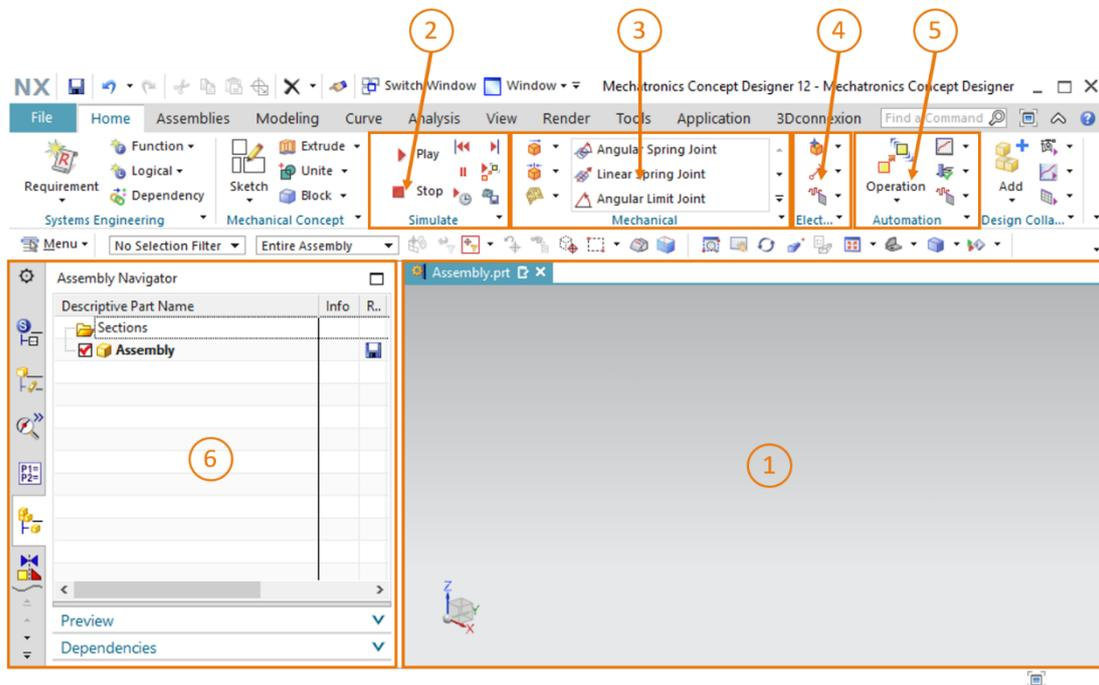

Figura 2: Applicazione "Mechatronics Concept Designer" in NX con i numeri identificativi per le spiegazioni delle diverse aree nel testo
L'area di lavoro di Mechatronics Concept Designer è rappresentata nella Figura 2. Per aprire l'applicazione cercare "Mechatronics Concept Designer" con la funzione di ricerca comandi che si trova in alto a destra sullo schermo, già descritta nei moduli precedenti.
- la schermata centrale (vedi Figura 2, area 1) contiene l'area di lavoro tridimensionale. Qui si possono ad esempio selezionare le superfici dei modelli per l'assegnazione delle proprietà dinamiche.
- Nella parte centrale della barra dei menu (vedi Figura 2, area 2) si trovano i comandi per la simulazione del modello nell'applicazione.
- In un'altra parte centrale della barra dei menu (vedi Figura 2, area 3) si trovano le proprietà dinamiche di Mechatronics Concept Designer per il settore della meccanica. Tra questi vi sono i corpi rigidi e i corpi di collisione che verranno descritti nel Capitolo 4.2.1.
- Le proprietà dinamiche dei componenti elettrici si trovano nella barra dei menu subito sotto quelle dei componenti meccanici (vedi Figura 2, area 4). Si tratta principalmente di sensori e regolatori. Le proprietà rilevanti per questo modulo sono descritte nel Capitolo 4.2.2.
- Anche le proprietà dinamiche dell'automazione si trovano nella barra dei menu (vedi Figura 2, area 5). Tra queste proprietà figurano i profili di movimento e le assegnazioni di segnali per i controllori con programmi esterni, ad esempio PLCSIM Advanced. Queste funzioni non verranno utilizzate in questo modulo.
- Con la barra delle risorse sulla parte sinistra dello schermo (vedi Figura 2, area 6) si può aprire il Physics Navigator (Navigatore proprietà fisiche) che consente di visualizzare le proprietà fisiche di un assieme o di un modello. Inoltre, con il Runtime Inspector (Controllo runtime) si possono modificare i valori delle proprietà fisiche della simulazione in corso. Il Runtime Inspector è descritto nel Capitolo 4.3.